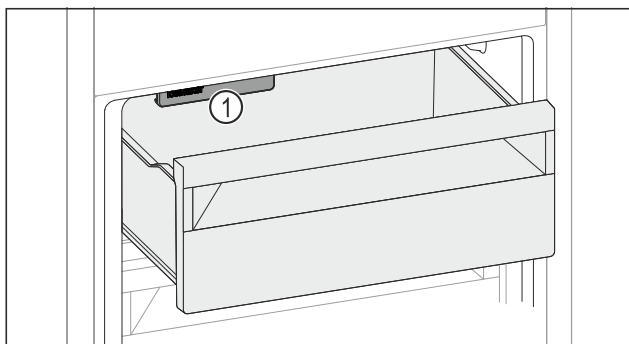

Fig. 131
- ▶ Vložte potraviny do zásuvky. Ak potraviny vložíte na ľavú stranu zásuvky: ▶ Prihliadajte na IceMaker Fig. 131 (1).